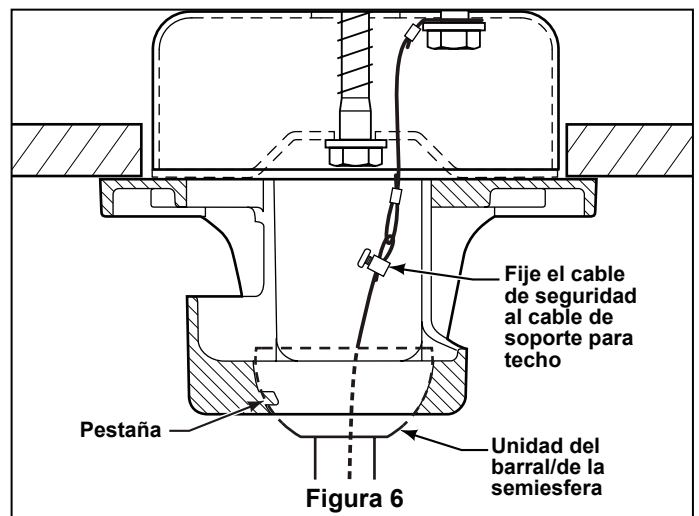

Figura 6
5. Con cuidado, levante el ventilador y apoye la unidad del barral / de la semiesfera / barra del soporte en el soporte de suspensión que acaba de fijar a la viga del techo. Asegúrese de que la ranura en la semiesfera esté alineada con la pestaña del soporte de suspensión. (Figura 6)
6. Fije el cable de seguridad al cable de soporte para techo. Deslice la abrazadera de cables por el cable de seguridad (del ventilador). Pase el extremo del cable a través del aro que forma el cable de soporte para techo. Tire lo más posible del cable a través del aro. Inserte el extremo del cable en el orificio de la abrazadera y ajuste firmemente el tornillo (Figura 6). Corte el exceso de cable de seguridad.